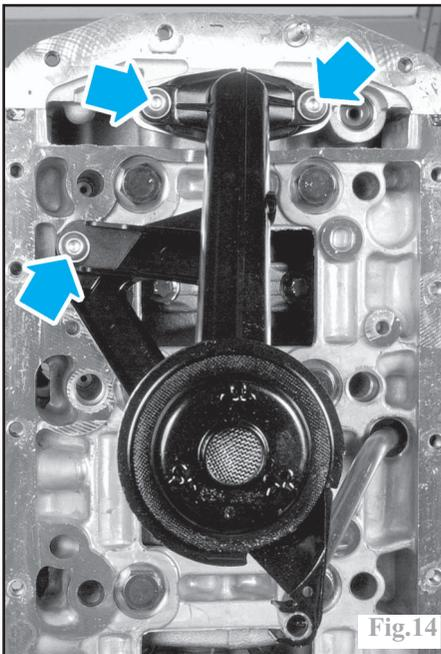

Fig.14
- les vis de fixation de la crépine (Fig.14).